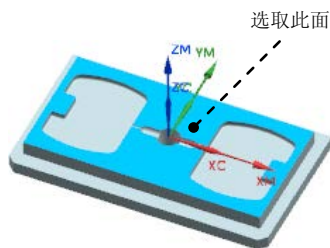

图 18.8 指定顶面
Step2. 指定顶面。单击“钻”对话框中 **指定顶面** 右侧的  按钮，系统弹出“顶面”对话框；在“顶面”对话框中的 **顶面选项** 下拉列表中选择 **面** 选项，然后选取图 18.8 所示的面；单击“顶面”对话框中的 **确定** 按钮，返回“钻”对话框。